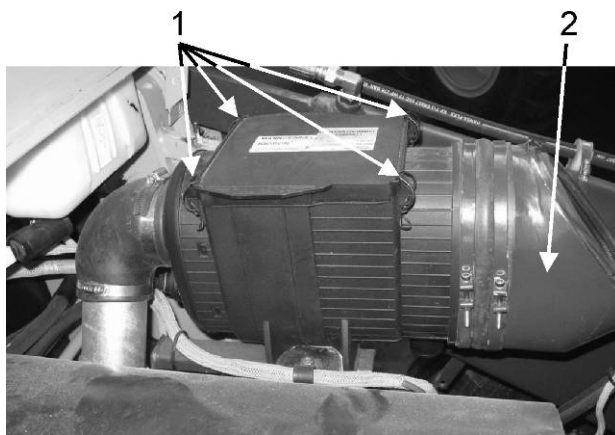

Рис. 5.12. Гайка крепления крышки фильтра, барашковая
2. Открутить держатели (1, Рис. 5.12) крепления крышки и снять крышку.
2. Отпустить обойму и демонтировать колено (2, Рис. 5.12).
3. Выкрутить болт центральный (5, Рис. 5.12) и снимать блок